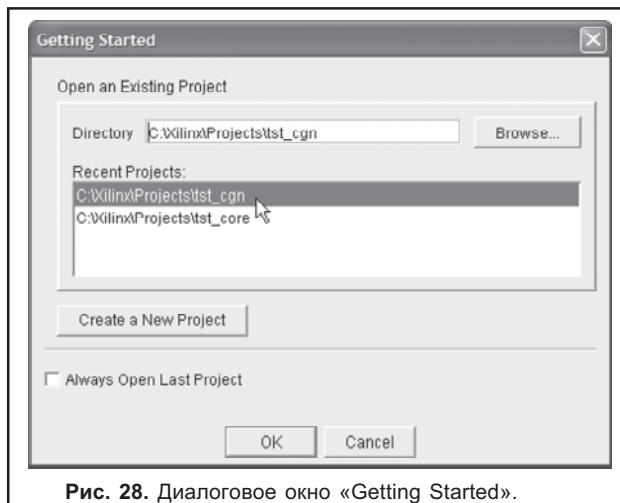

Рис. 28. Диалоговое окно «Getting Started».
- **«Automatically open last project»** – выбор этой опции приведет к тому, что не будет появляться окно первоначального выбора проекта (рис. 28), а автоматически будет выбираться последний выбранный проект. Установка параметра **«Always Open Last Project»** в окне аналогично выбору опции **«Automatically open last project»**.